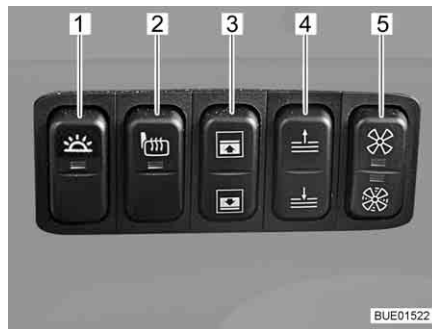

Fig. 33 Pannello degli interruttori Grand Panorama
- Premere l'interruttore (Fig. 33,1) sul pannello degli interruttori.
- Premere di nuovo l'interruttore (Fig. 33,1) sul pannello degli interruttori
- Premere l'interruttore (Fig. 33,2) sul pannello degli interruttori. La spia di controllo nell'interruttore indica il funzionamento.
- Premere la metà superiore o inferiore dell'interruttore (Fig. 33,3) sul pannello degli interruttori. Finché si tiene premuto l'interruttore, il parasole si sposta verso l'alto o verso il basso.
- Premere la metà superiore o inferiore dell'interruttore (Fig. 33,4) sul pannello degli interruttori. Finché si tiene premuto l'interruttore, l'oscurante del parabrezza si sposta verso l'alto o verso il basso.
- Premere la metà superiore dell'interruttore (Fig. 33,5) sul pannello degli interruttori. Una ventola soffia aria del riscaldamento dell'abitacolo sul parabrezza (stadio 1).
- Premere la metà inferiore dell'interruttore (Fig. 33,5) sul pannello degli interruttori. Una ventola soffia aria del riscaldamento dell'abitacolo sul parabrezza (stadio 2).